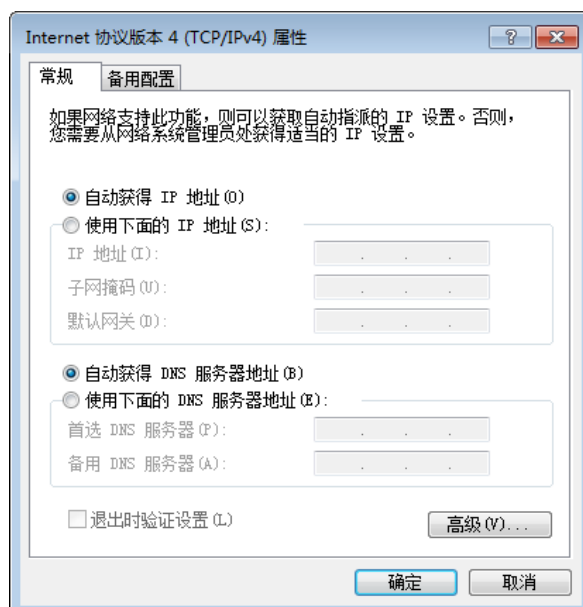

图3-1 本地网卡配置
1. 依次打开 PC 上的“控制面板”>“网络和 Internet”>“网络和共享中心”>“更改适配器配置”，选择对应的网口，将网口配置成自动获取 IP 地址或静态 IP，如图 3-1 所示。确保 PC 与读码器在同一个局域网。